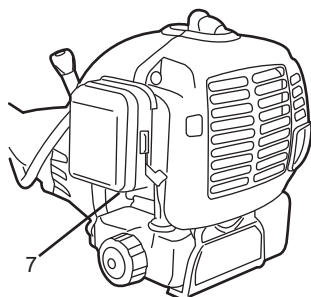

Fig. 6
Si le moteur est froid, actionnez l'amorce (7) lors du démarrage (fig. 6).